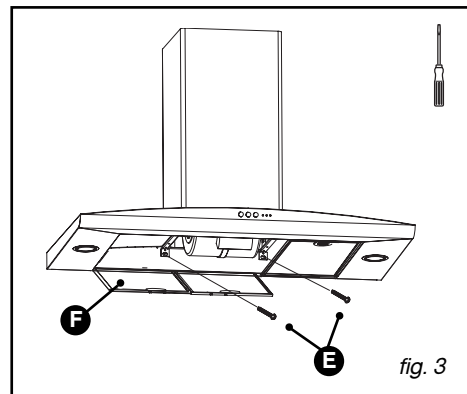

fig. 3
– Quite los filtros modulares (F/fig.3).
– Atornille los dos tornillos de la parte inferior (E/fig.3).
– Si el diámetro del conducto tiene 125 mm, utilice el adaptador que se suministra (fig.3). Si su conducto tiene menos de 125 mm, es obligatorio que conecte la campana en modo reciclaje.